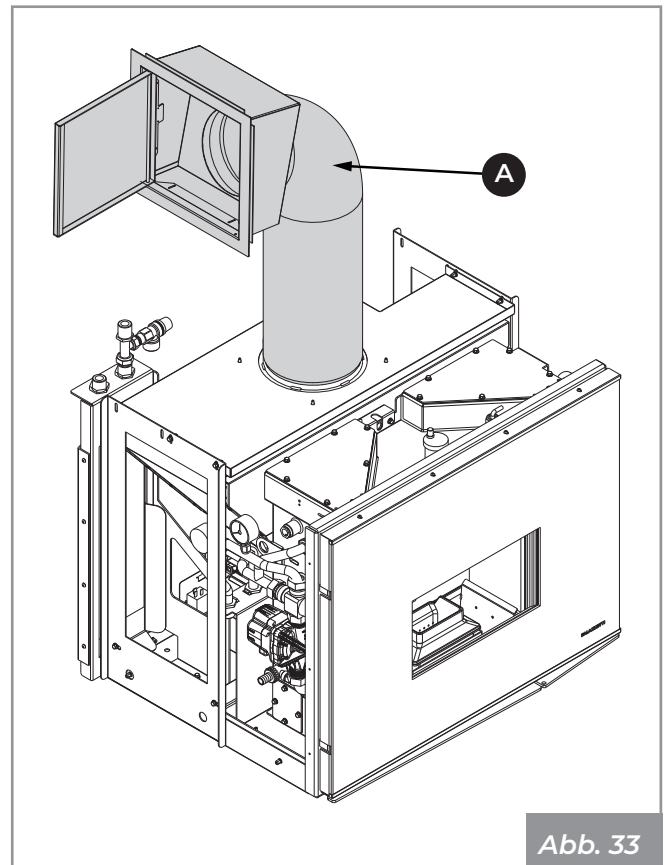

Abb. 33
- Pellet-Ladesatz mit Schlauch (A - **Abb. 33**).